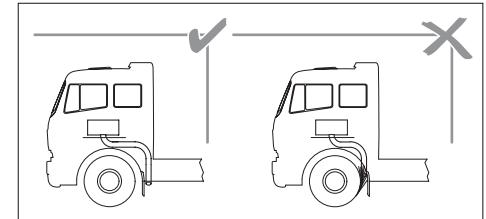

Abb. 19: Blockierung vermeiden
- ✓ Der Abgasauslass darf nicht blockiert sein. Siehe Abb. 19.